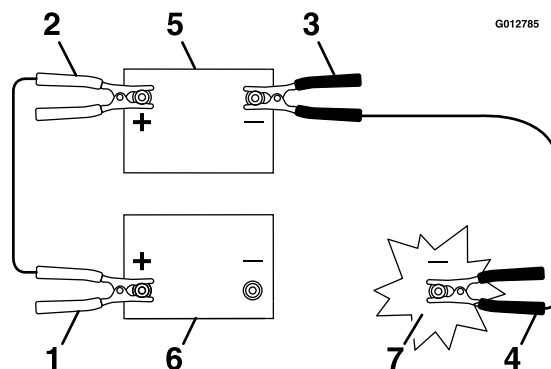

Figura 59
3. Conecte el cable positivo (+) al borne positivo (+) de la batería descargada que está conectado al motor de arranque o al solenoide, según se indica en Figura 59.